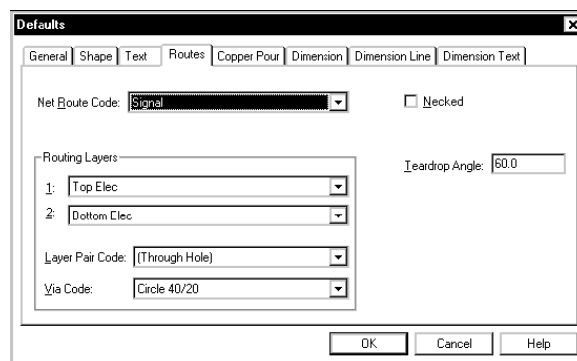

Рис. 18. Настройки используемых по умолчанию стиля и типа переходных отверстий.
2. В появившемся диалоговом окне Defaults перейдем на закладку Routes (рис. 18).